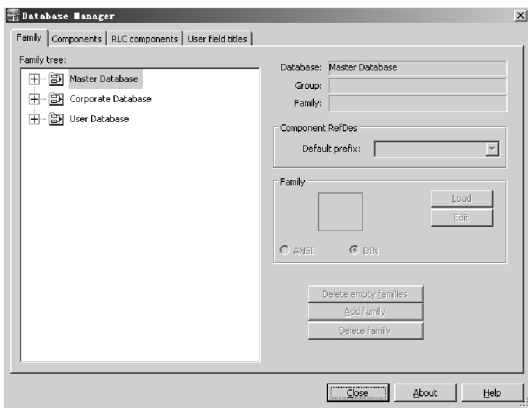

图 2-69 Database Manager 对话框
执行 Tools \ Database \ Database Manager 命令，可打开如图 2-69 所示的对话框。
- 1) 在图 2-69 所示对话框中选择“Family”选项卡。